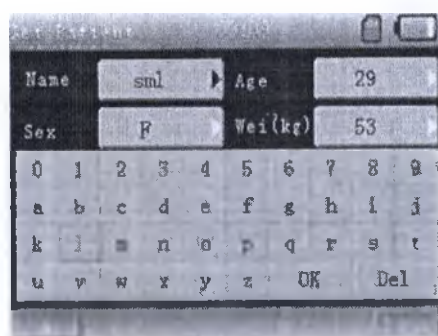

Рис. 13-3-4.
7. Ввод информации: когда он включен, перед печатью или сохранением вы должны войти в интерфейс «Установить пациента», как показано на рис. 13-3-4.